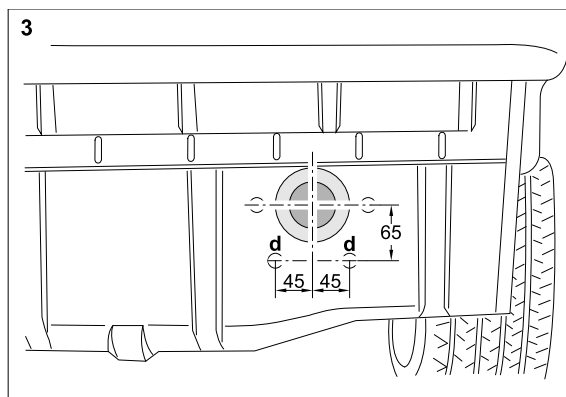

Fig. 3: Agujeros chapa trasera der. y aro sellador
- 6.) Marcar los agujeros necesarios en la chapa trasera en "d" debajo de la apertura del amortiguador de golpes derecho y taladrarlos con $\varnothing 14$ mm (ver fig. 3).
- 7.) Limpiar la chapa trasera alrededor de la apertura del amortiguador de golpes **derecho** y adherir el aro sellador de espuma suministrado (ver fig. 3).